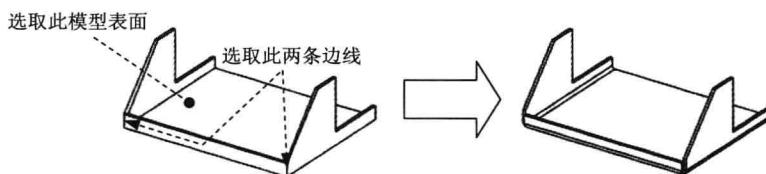
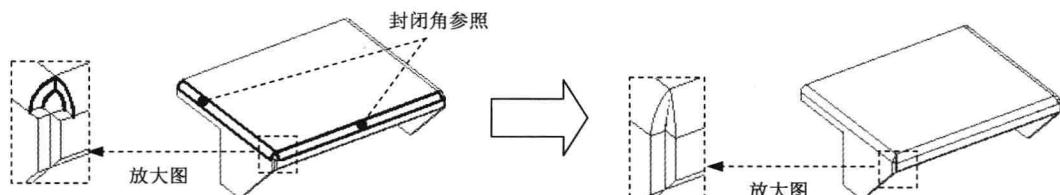
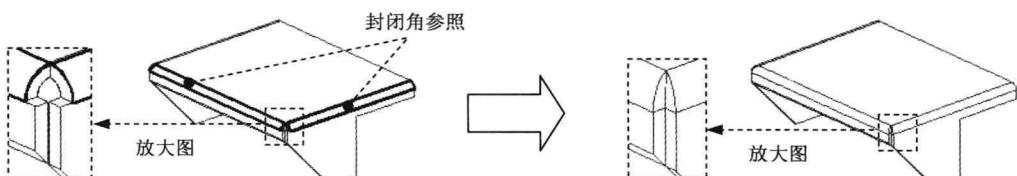
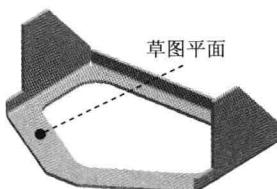

图 1.8 变换特征
图 1.9 封闭角特征 1
图 1.10 封闭角特征 2
图 1.11 除料特征 2
(1) 选择命令。选择下拉菜单  →  **变换为钣金** 命令。
(2) 定义基本面。选取图 1.8 所示的模型表面为基本面。
(3) 定义撕裂边。单击“撕裂边”按钮 ，选取图 1.8 所示的两条边线为撕裂边，单击鼠标左键。
(4) 单击 **完成** 按钮，完成将实体转换为钣金的操作。
Step9. 创建图 1.9 所示的封闭角特征 1。
(1) 选择命令。单击 **主页** 功能选项卡 **钣金** 工具栏中的“封闭二折弯角”按钮 。
(2) 定义折弯至闭合。选取图 1.9 所示的相邻折弯特征为封闭角参照。
(3) 定义封闭角属性。在“封闭二折弯角”命令条中单击“封闭”按钮 ；在 **处理** 下拉列表中选择 **斜接** 选项，在 **间隙** 文本框中输入 0，然后按 Enter 键。
(4) 单击 **完成** 按钮，完成特征的创建。
Step10. 创建图 1.10 所示的封闭角特征 2。
(1) 选择命令。单击**主页**功能选项卡**钣金**工具栏中的“封闭二折弯角”按钮 $\square$ 。
(2) 定义折弯至闭合。选取图 1.10 所示的相邻折弯特征为封闭角参照。
(3) 定义封闭角属性。在“封闭二折弯角”命令条中单击“封闭”按钮 $\square$ ；在**处理**: 下拉列表中选择**斜接**选项，在**间隙**: 文本框中输入 0，然后按 Enter 键。
(4) 单击**完成**按钮，完成特征的创建。
**Step11.** 创建图 1.11 所示的除料特征 2。
(1) 选择命令。在**主页**功能选项卡**钣金**工具栏中单击 $\square$ 按钮，选择 $\square$  **除料**命令。
(2) 定义特征的截面草图。
① 选取草图平面。在系统**单击平的面或参考平面**的提示下，选取图 1.11 所示的模型表面为草图平面。